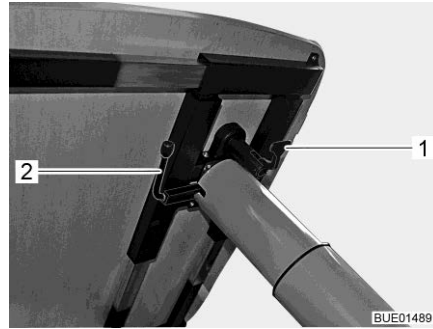

Bild 76 Inställning lyftbord
- Fäll ned låsarmen (Bild 76,1).
- Sväng spaken (Bild 76,2) under bordsskivan 180° medurs. Lyftmekanismen i bordsbenet låses upp.
- Sväng spaken (Bild 76,2) under bordsskivan 180° medurs. Bordsskivan åker själv upp till det övre ändläget.